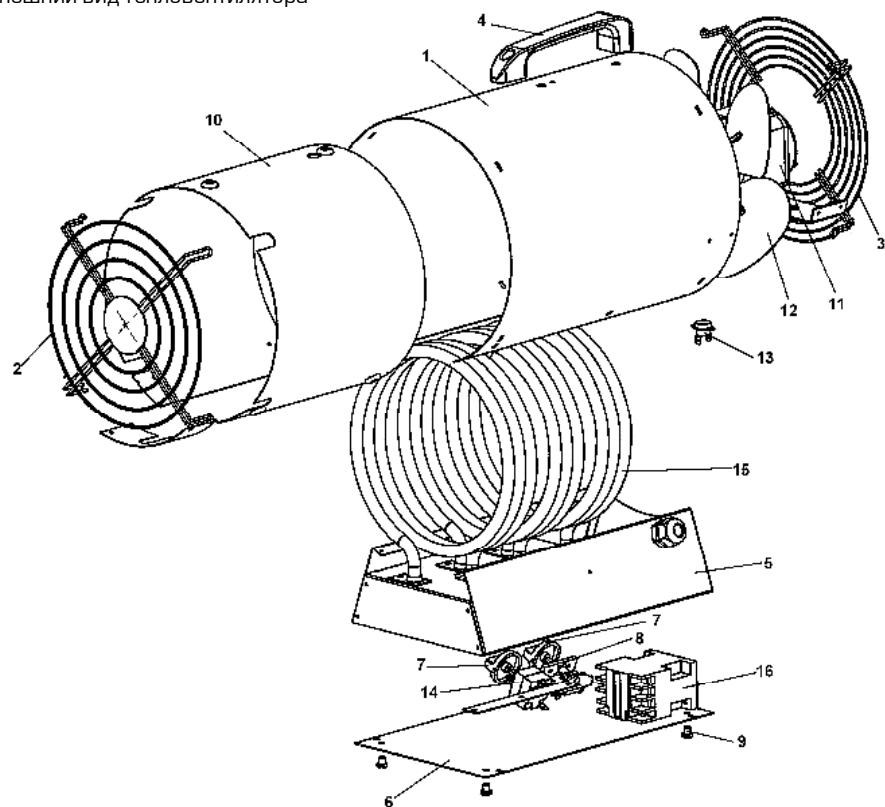

Рис.1
Соответствие положений ручки переключателя режимов работы (7) (рис. 1):
Конструктивно тепловентилятор представляет металлический корпус, в котором размещены электродвигатель с крыльчаткой и электронагревательные элементы (далее ТЭНы). Переключатель 8(рис.1) на четыре положения предназначен для установления режимов работы.
Термостат 13(рис.1) отключает ТЭН в случае аварийного (ненормального) режима работы (перекрыто входное или выходное отверстие, перегрев вследствие остановки электродвигателя).
Терморегулятор(капиллярный термостат) 14 (рис.1) предназначен для автоматического поддержания температуры в помещении на заданном уровне. При достижении заданной температуры терморегулятор отключает нагревательный элемент, оставляя включенным вентилятор. При понижении температуры всасываемого воздуха на 3–5°С вновь включает нагрев.